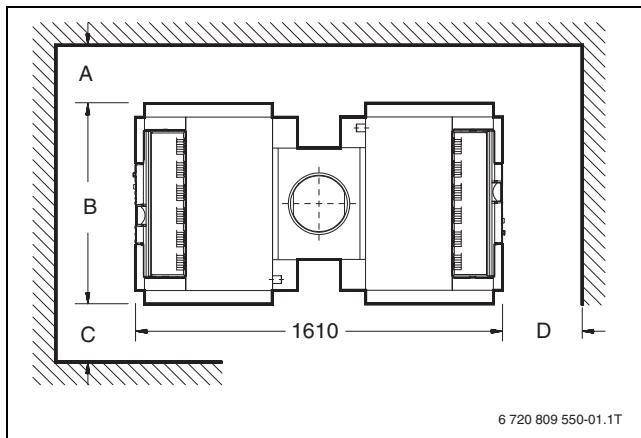

Рис. 6 Расстояния от стен для сдвоенного котла
- ▶ Учитывайте рекомендуемые расстояния от стен (\rightarrow рис. 6 и таблица 23).